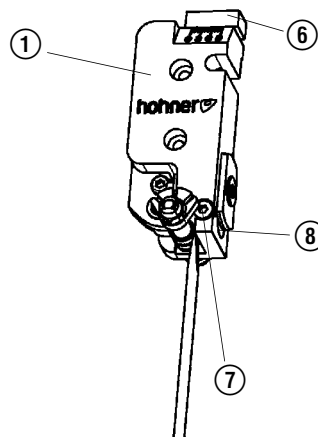

Fig. 33
- Soltar el tornillo de sujeción ⑦ y sacar la cuchilla redonda ⑧.
- Fig. 33 -